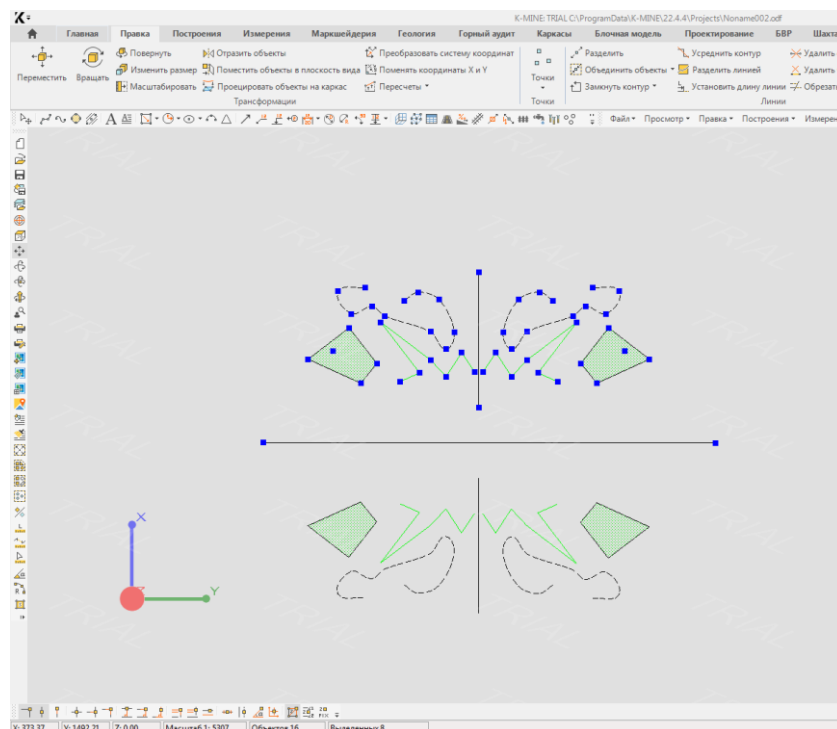

Рисунок 2.1 - Приклад виконання завдання 5
5. Виділіть 5-6 об'єктів (різнотипних). Знаходячись в площині вигляду зверху, перемістіть об'єкти на 100 м по осі X і 50 м по осі Y, потім поверніть їх навколо осі Z на довільний кут і зробіть віддзеркалення об'єкту навколо вертикальної і горизонтальної осей (рис.2.1).